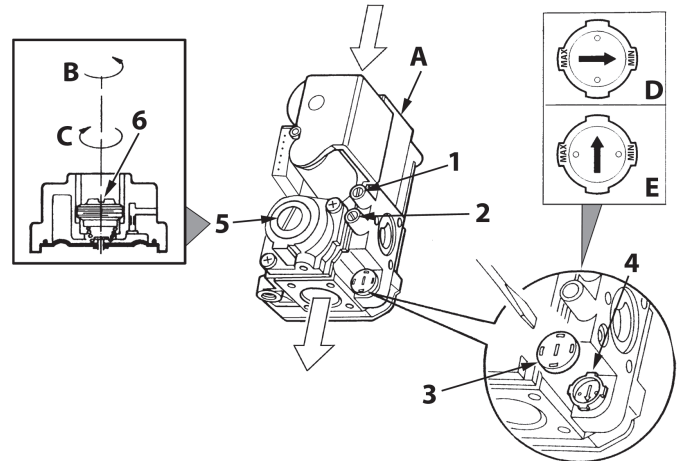

рис. 18 - Регулирование давления
Величина **PEGASUS D LN** настройки рабочей мощности котла должна строго соответствовать величине, приведенной на табличке номинальных данных sez. 5.3. Газовый клапан настраивается на заводе и оснащается специальной диафрагмой. При замене газового клапана регулировочный винт 6 (рис. 18), необходимо затянуть до отказа.
2. Снимите с газового вентиля маленький защитный колпак 3 (рис. 18). С помощью маленькой отвертки регулируйте "СТУПЕНЬ" розжига на основании выбранного для работы газа (**G20-G25** положение **D** рис. 18 или **G30-G31** положение **E** рис. 18); установите защитный колпак на место.
- Спустите воздух из газопроводных труб через штуцер отбора давления 1 газового вентиля (рис. 18).